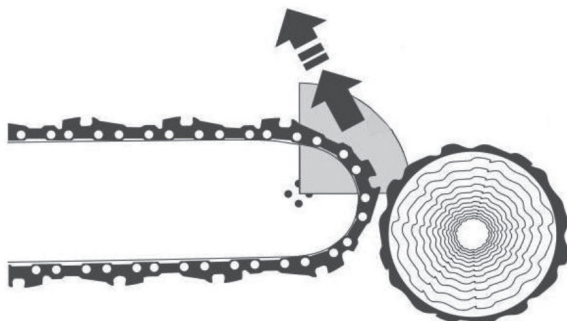

Рис. 2
- Это может произойти при неосторожном касании вращающейся пильной цепи древесины (при аналогии с циферблатом часов – в секторе от 12 до 3), например, при обрезке сучьев. Рис. 2.